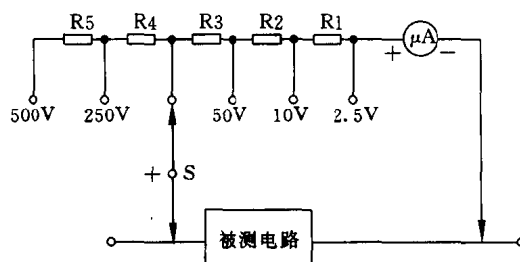

图 1.1.3 直流电压测量原理示意图
将红表笔插头插入标有“+”符号的表笔插孔①内,黑表笔插入标有“\*”符号的表笔插孔②内,将转换开关 S2 旋至交直流电压“ $\overline{V}$ ”功能挡位,转换开关 S1 旋至直流电压“ $\overline{V}$ ”量限区间并选择适当的挡位,然后将两表笔并跨在被测电路两端。根据指针在表盘上交直流电压刻度线的指示位置读出测量结果,测量原理示意图见图 1.1.3。当转换开关选择 2.5V 测量挡位时,指针满幅偏转为 2.5V;当选择 10V 挡位时,指针满幅偏转为 10V,选择其它挡位时则照此类推。